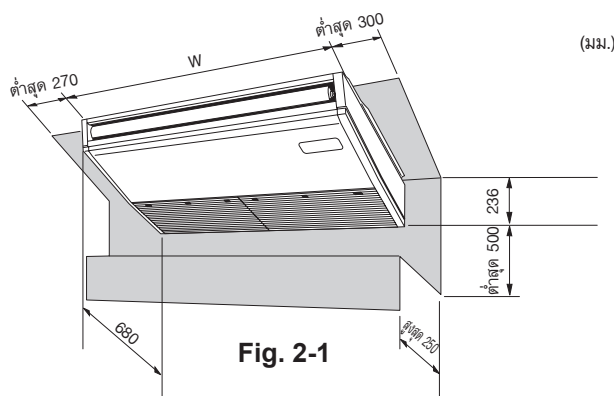

Fig. 2-1
2.1. โครงสร้างและขนาด (เครื่องติดตั้งภายในอาคาร) (Fig. 2-1)